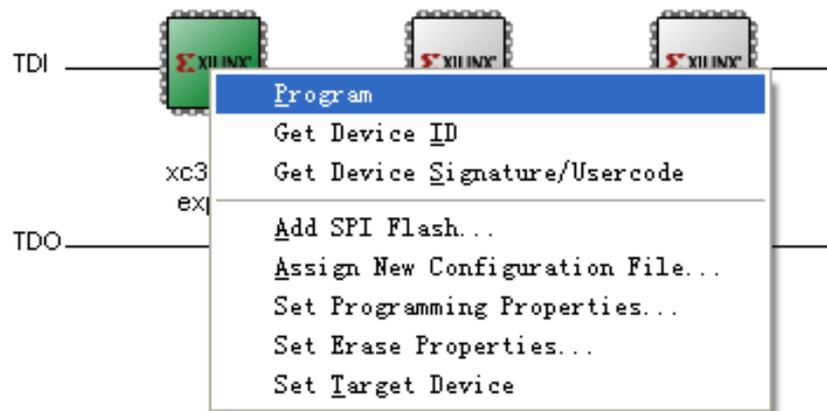

图36 对FPGA设备进行编程示意图
- 在FPGA芯片标志上单击右键，在弹出的对话框中选择Program选项，就可以对FPGA设备进行编程，如图36所示。